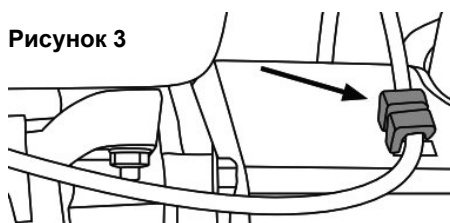

Рисунок 3
(2) Подсоедините ручку к панели управления и зафиксируйте ее болтами вместе с держателем троса (позиция А).
(3) Возьмите панель и рычаги управления и вставьте их в кронштейны, затем зафиксируйте их болтами, гайками и шайбами. (Рисунок 3)